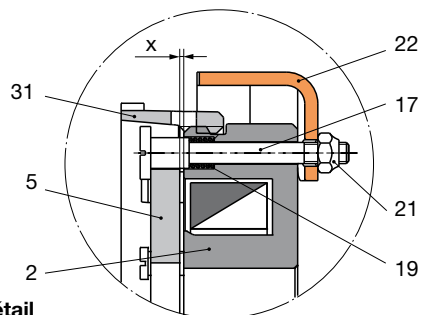

Fig. 3 : Détail
Lors du réglage par les écrous auto-bloquants (21, fig. 3), respecter les points suivants : les tiges filetées du déblocage (17) limitent la course du disque de freinage (5) dans le sens de freinage.
Serrer les écrous auto-bloquants (21) sur les tiges filetées du déblocage (17) uniquement de façon à conserver la cote de réglage „x“ entre le disque de freinage (5) et le porte-bobine (2) selon le tableau 1 et fig. 3. Régler uniformément les deux tiges filetées du déblocage (17) !